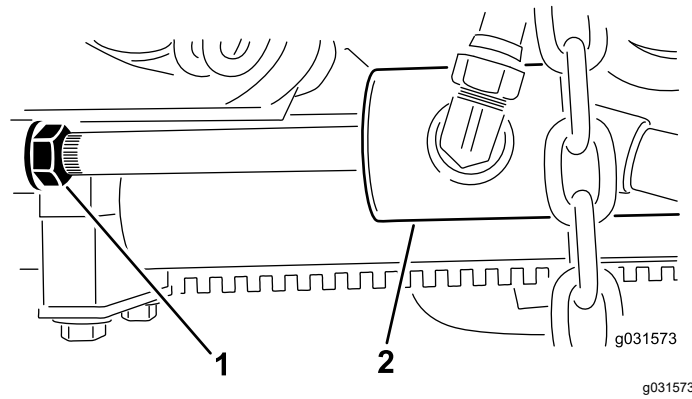

Figure 14
- B. Desserrez l'écrou de blocage sur le vérin (Figure 14).